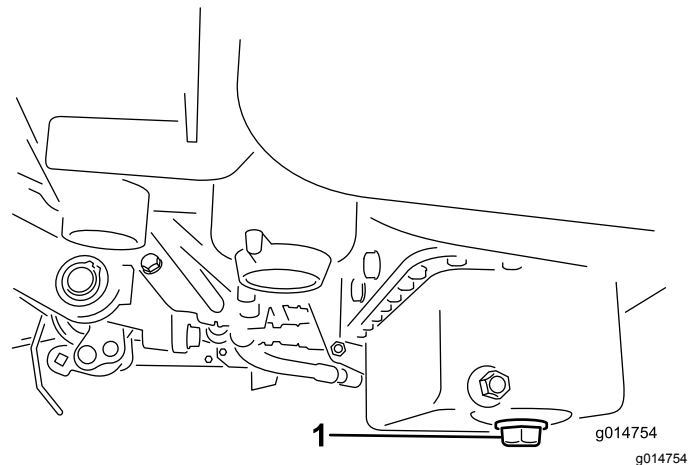

Bild 42
1. Entfernen Sie die Ablassschraube und lassen das Öl in eine Auffangwanne ab. Schrauben Sie die Ablassschraube wieder ein, nachdem das Öl abgelassen ist (Bild 42).